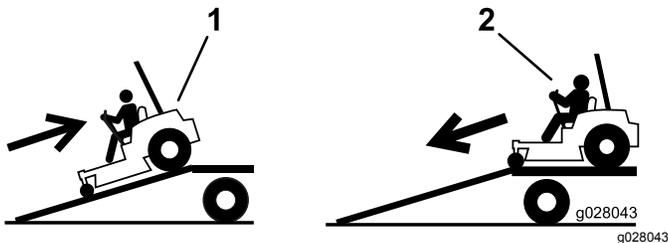

Рисунок 45
4. Перемещайте машину задним ходом при движении вверх по наклонному въезду (Рисунок 45).
2. Перемещайте машину передним ходом при движении вниз по наклонному въезду (Рисунок 45).